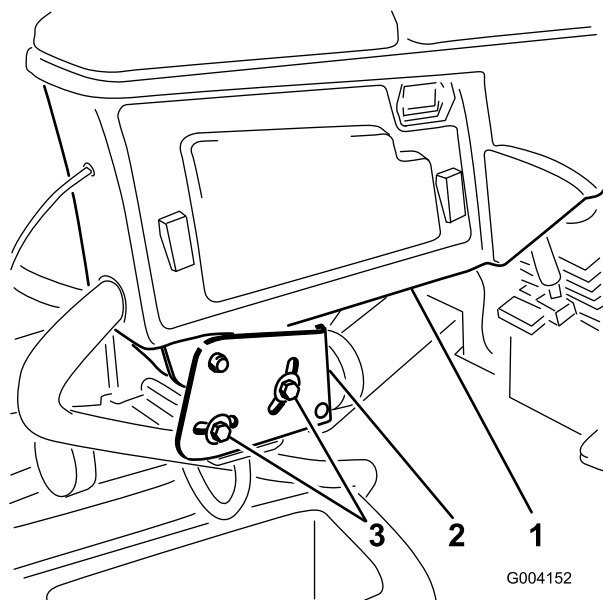

Figura 3
- Slăbiți cele 2 uruburi care fixează braul de control pe suport (Figura 3).